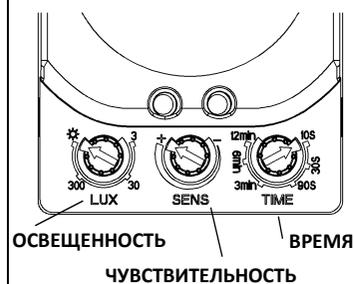

Рис.2
- Датчик излучает и принимает высокочастотные электромагнитные волны 5,8 ГГц. По изменению в отраженных волнах датчик определяет движение объекта в контролируемой зоне. Если, например, в зону обнаружения датчика входит человек, первым делом датчик производит сравнение текущего значения внешней освещенности и выставленной в настройках датчика. Если она выше уставки датчика (рис.2) - датчик не включит нагрузку, если ниже - происходит включение нагрузки (светильников).